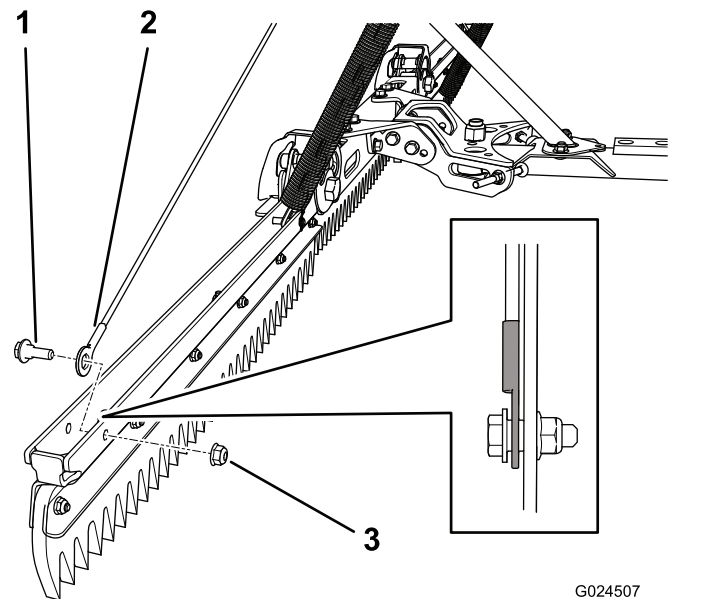

図 9
1. 各ケーブルの端部を、レーキの端部の穴に合わせる 図 9。
注 ケーブルの絡みつきなどが起こらないようにするため、ケーブル端部は 図 9 に示すように固定してください。